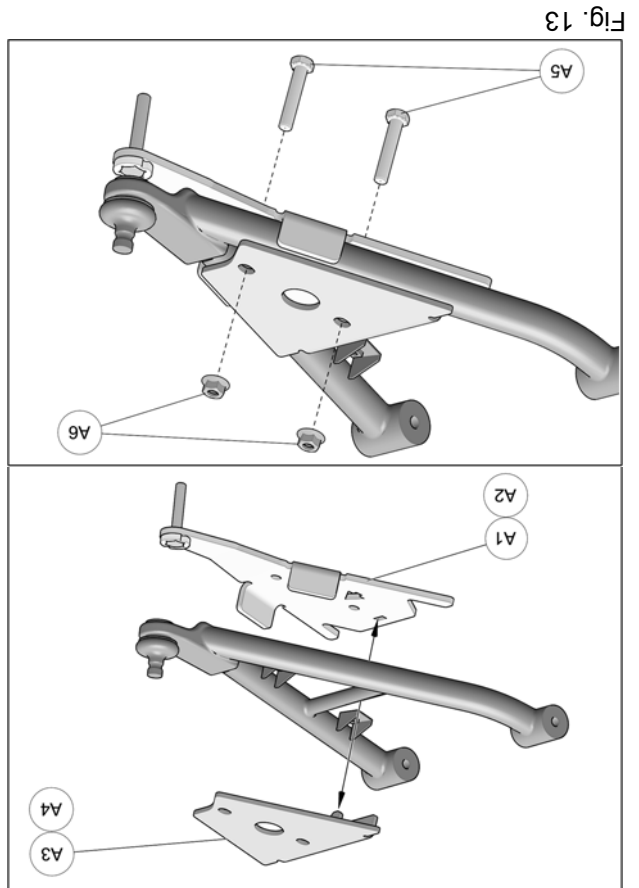

Fig. 13
5. Positionner la partie inférieure de l'ancrage anti-rotation (A1-A2) sous le bras de suspension inférieur. Positionner la partie supérieure (A3-A4) au-dessus du bras de suspension de façon à ce que le trou de la partie supérieure s'aligne avec celui au milieu de la partie inférieure. Insérer les boulons M10x55mm (A5) par le dessous de l'ancrage. Assembler les deux parties avec les écrous (A6) fourni. Serrer l'assemblage à un couple de 50 N•m [37 lb•pi]. Voir la Fig. 13